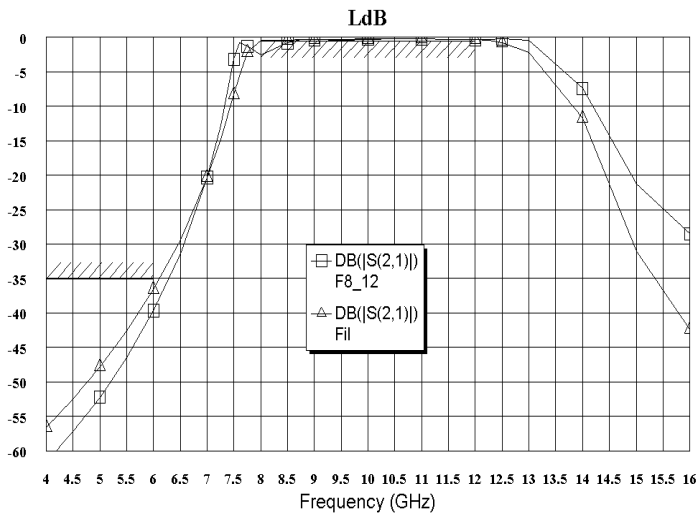

Рис. 3.13
12. Выполните анализ, щёлкнув по значку **Analyze** на панели инструментов. Рассчитанный график показан на рис. 3.13.